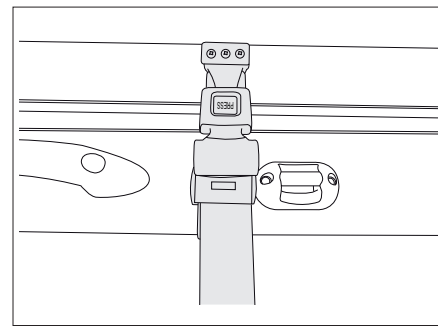

Fig. 126 Ceinture de sécurité du lit escamotable manuel
- Fixer le lit escamotable au toit avec la ceinture de sécurité (Fig. 126).